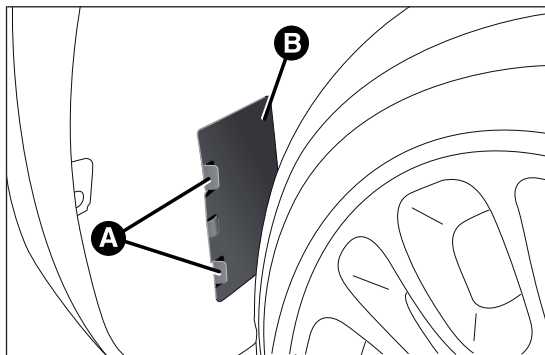

fig. 123
- ☐ actuar en las lengüetas A y retirar la tapa B fig. 123;